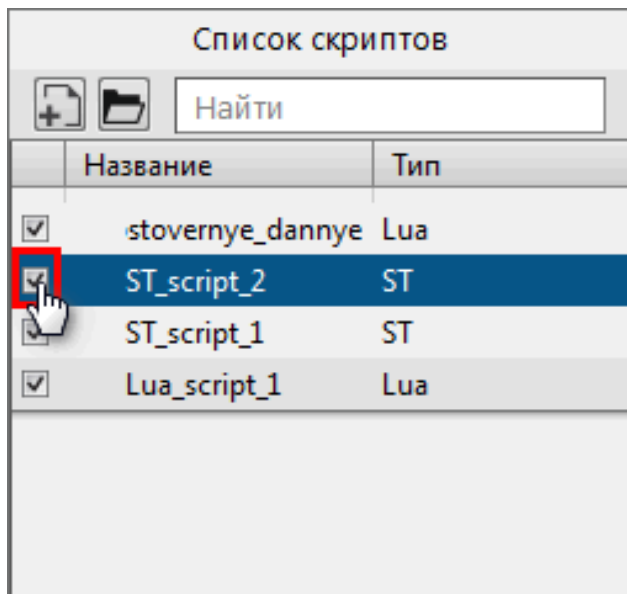

Рисунок 168 - Отключение алгоритма
1. Снимите чекбокс с необходимого алгоритма в списке скриптов (Рисунок 168).